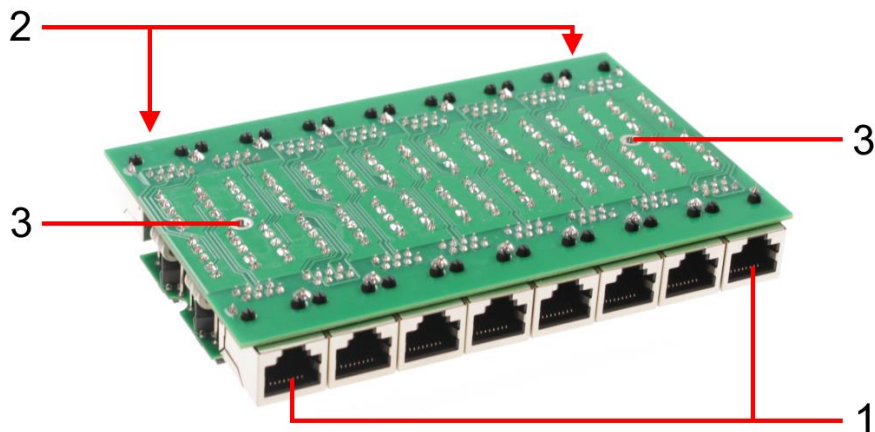

Рис.2 Разъёмы и крепежные отверстия модуля грозозащиты SP-IP8/1000PR-M
- Совместите отверстия в плате модуля (3) Рис.2 со стойками на дне корпуса и зафиксируйте плату винтами из комплекта поставки.